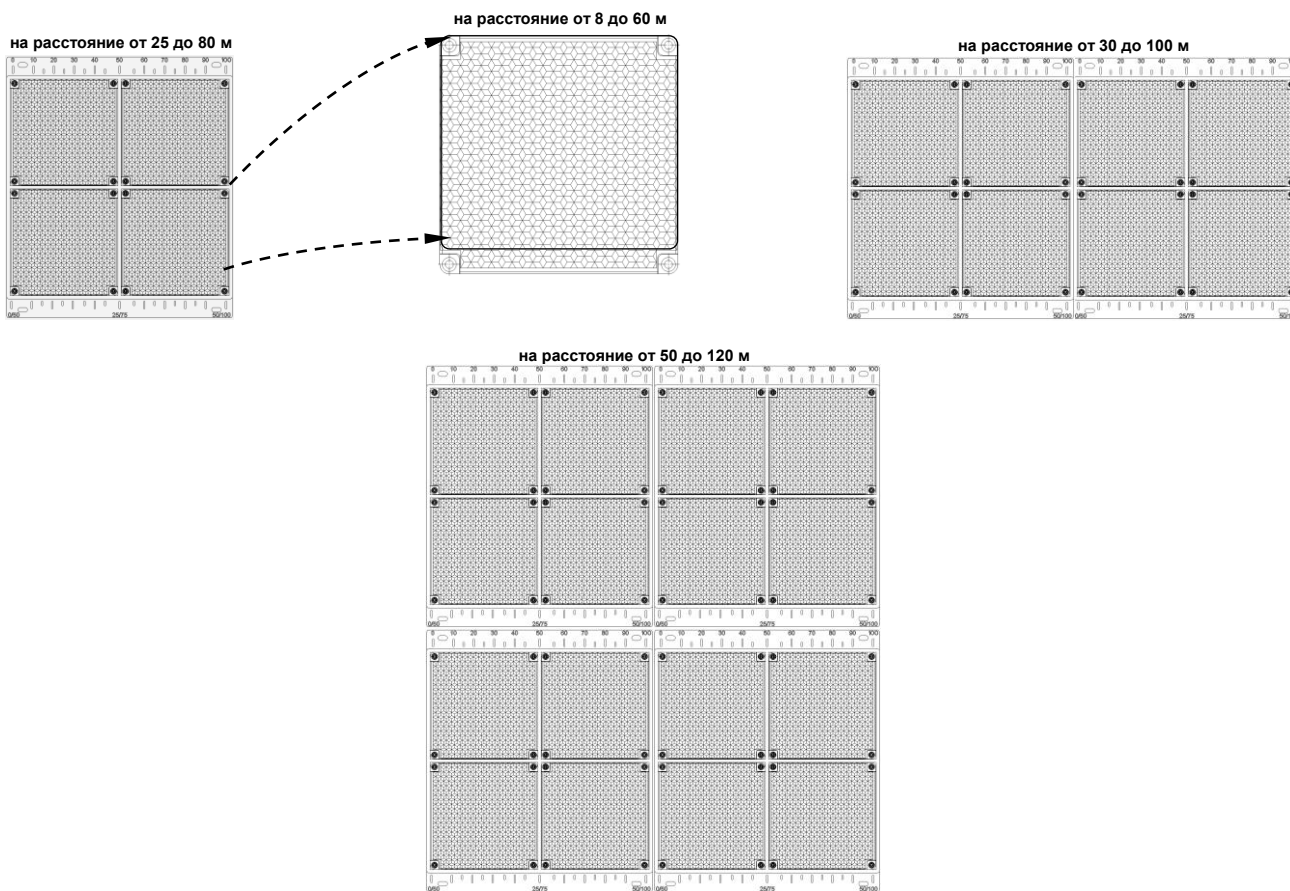

Рисунок 6
3.5.2 Если имеется возможность, разместите приёмно-передатчик и рефлектор-отражатель друг напротив друга на расстоянии не менее 8 м. При этом необходимо перекрыть 3/4 поверхности рефлектора или использовать один из четырёх отражающих элементов рефлектора, демонтировав его в соответствии п. 3.6.2 и рис. 6.